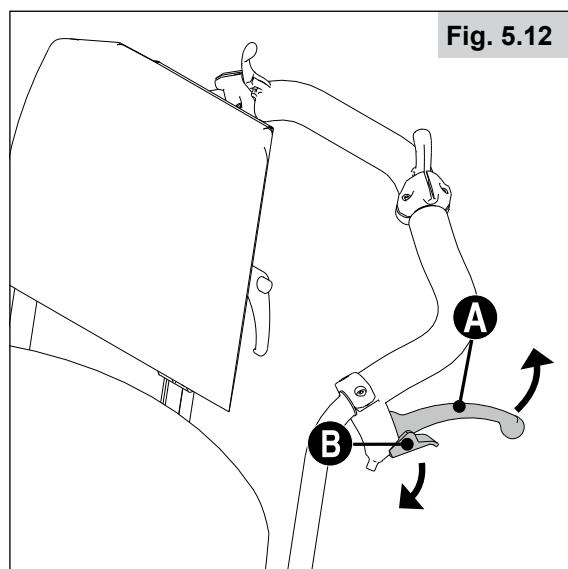

Fig. 5.12
Trommelbremsen stellen für den Helfer eine sichere und geeignete Bremsmethode dar. Die Bremsen können ebenfalls mit einem Verschlusshebel (B) angezogen werden, um das Wegrollen zu verhindern. Der Hebel muss hörbar einrasten. Die Trommelbremsen werden nicht vom Reifendruck beeinflusst (Fig. 5.12).